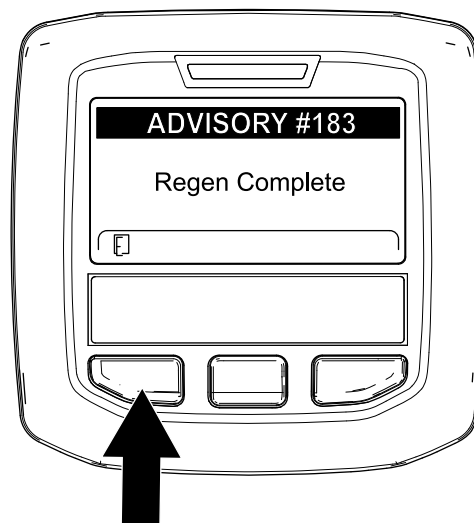

Figure 63
- Quand le calculateur moteur achève une régénération en stationnement ou d'urgence, l'InfoCenter affiche ADVISORY #183 (avis n° 183) (Figure 63). Appuyez sur le bouton gauche pour quitter l'écran d'accueil.
Remarque: Si la régénération échoue, l'InfoCenter affiche Advisory #184 (avis n° 184) (Figure 63). Appuyez sur le bouton gauche pour quitter l'écran d'accueil.